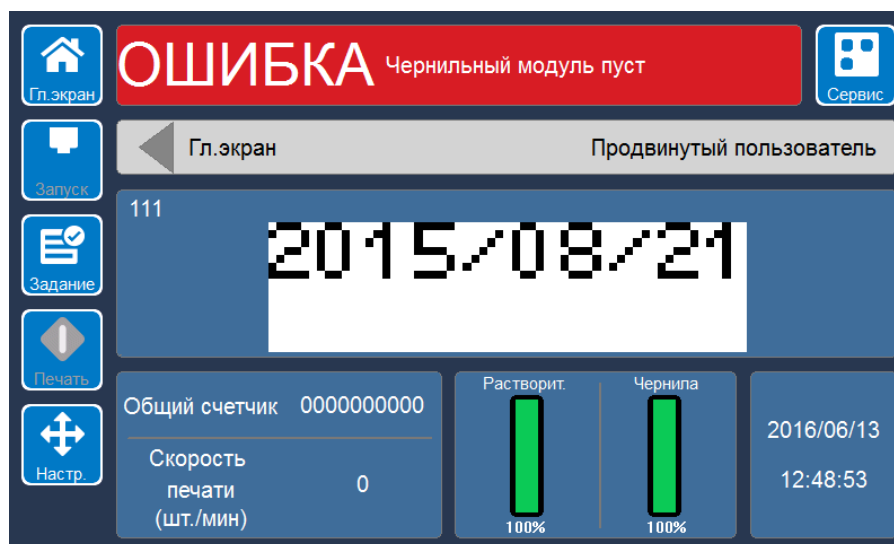

Рис. 4-8: Отображение ошибки
- 1 Для просмотра списка ошибок и предупреждений коснитесь строки состояния (Рис. 4-8 на странице 4-13).